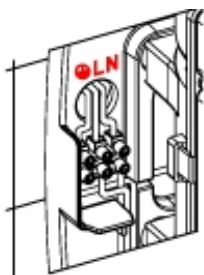

Figure 7
- Effectuer le raccordement électrique des câbles d'alimentation sur la barrette du sèche-mains. Relier les câbles correspondant aux deux phases (N et L) et à la prise de terre sur les logements correspondants de la barrette, comme indiqué par les lettres gravées (Figure 7).